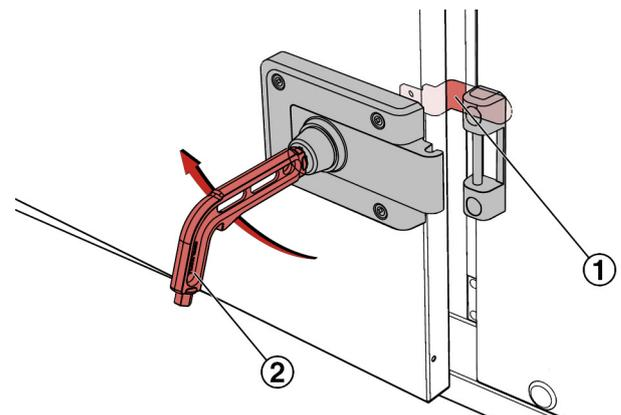

Abb. 52: Fangvorrichtung lösen
4. ▶ TROX Spezialschlüssel oder Hebel (Abb. 52 /2) 90° im Uhrzeigersinn drehen.
⇒ Fangvorrichtung (Abb. 52 /1) ist entriegelt und die Revisionstür kann geöffnet werden.